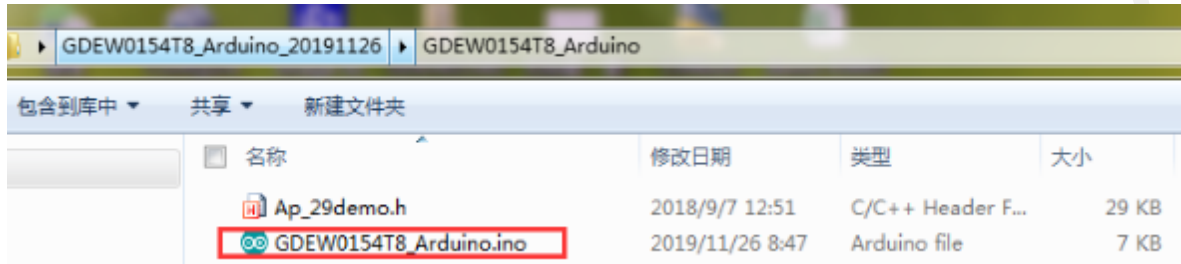

图 5 打开Arduino.ino工程文件
- 3、用Arduino 1.8.6 打开图5所示驱动程序文件夹中的Arduino.ino工程文件。